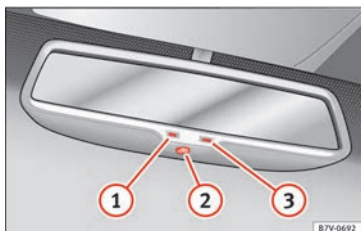

Fig. 147 Rétroviseur intérieur photosensible.
Légende de **fig. 147** :
- ① Témoignage
- ② Commande
- ③ Capteur permettant de détecter la luminosité venant frapper le rétroviseur
Cette fonction peut être activée et désactivée en appuyant sur le bouton du rétroviseur intérieur » **fig. 147** ②. Une fois activée, le témoin ① s'allumera.